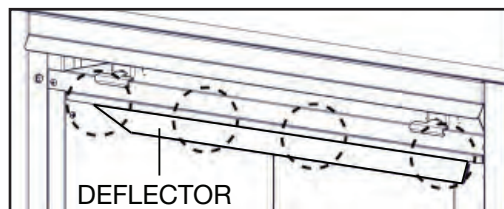

Fig. 1
C. Pour faciliter l'assemblage, enlever les quatre vis tête hexagonale sécurisant le déflecteur du haut de l'intérieur de la chambre de combustion (**Fig. 1**). Misez le déflecteur du côté.